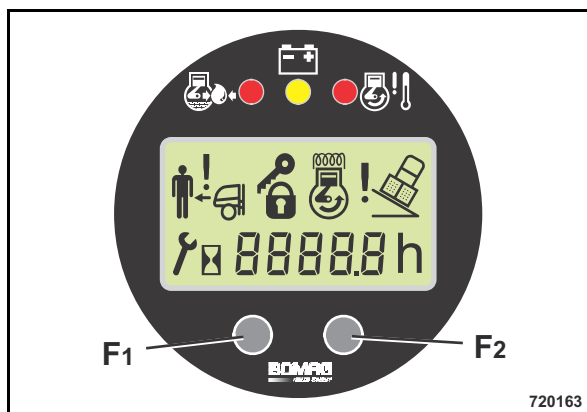

Рис. 78
- Нажать на две секунды обе расположенные на блоке индикации функциональные кнопки F1 и F2 (Рис. 78).